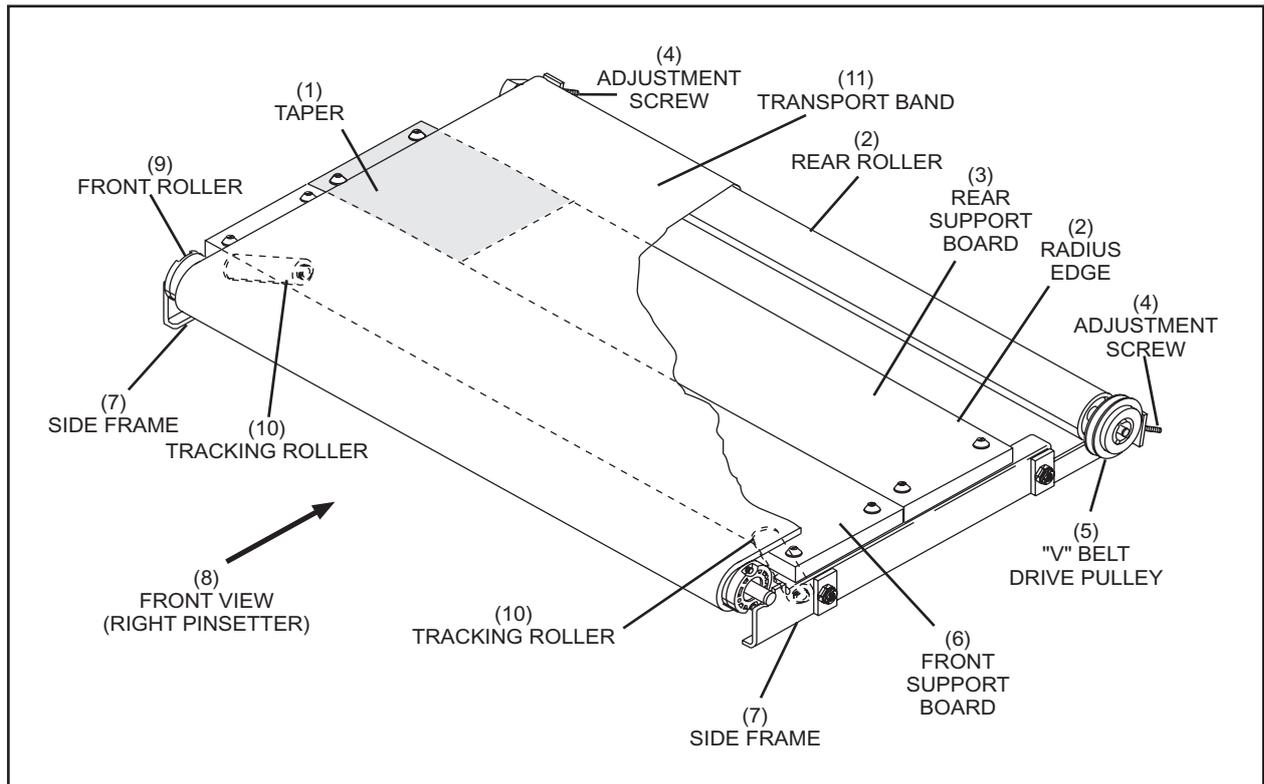

Figure 1-3. Bande de transport.
3. Bande de transport - Apporte les quilles jusqu'à l'élévateur et maintient la boule contre le coussinet pendant qu'elle est guidée jusqu'au propulseur. Reportez-vous à la *Figure 1-3*.